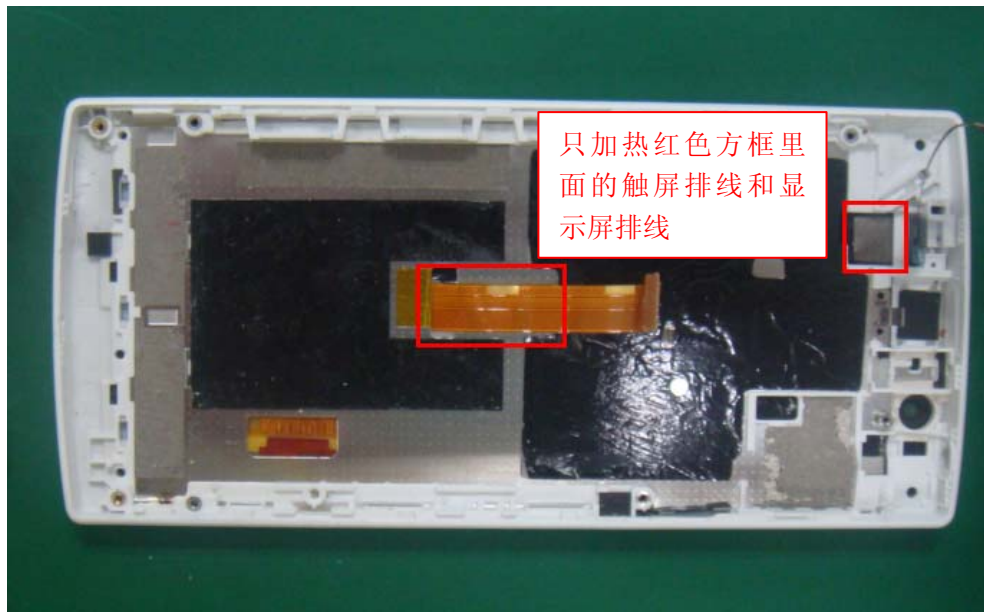

图 15
5、拆卸触屏(显示屏组件): 将风枪温度 100 度左右, 风力 3-4 级, 先加热显示屏排线和触屏排线, 如下图 15 所示, 然后按箭头所示方向循环加热触屏边框四周双面胶的所在位置, ,最终效果以玻璃表面温度轻微烫手即可, 再用吸盘吸住靠近听筒的触屏位置, 将触屏拉开缝隙后, 将拆机卡片插入缝隙内, 再将吸盘移动至触屏的另一端, 完全取下触屏, 如下图 16、17、18 图所示。**注意: 在加热过程中, 注意风枪温度, 加热时尽量循环加热边框四周, 不要加热到显示屏位置, 以免损坏显示屏, 加热后用吸盘拆取时, 如果较吃力, 可能是双面胶未软化, 继续加热后再进行拆卸, 拆解过程中力度要适中, 以免损坏触屏及显示屏。** 如下图所示: